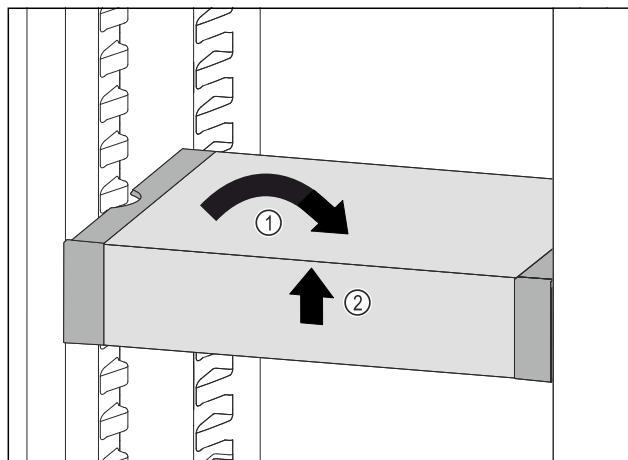

Fig. 83
- Вирівняти VarioSafe. Fig. 83 (1)
- Підняти VarioSafe спереду. Fig. 83 (2)